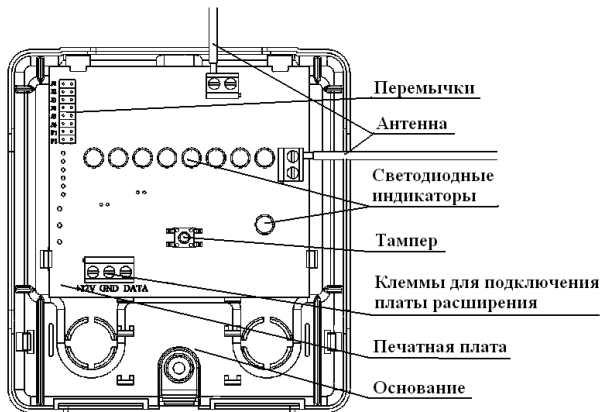

Рис. 9 «РПУ ЛИДЕР-Р». Вид изнутри
7. Подключите источник постоянного тока с напряжением +12В к РПУ к клеммной колодке X3 (рис. 9), подайте на РПУ напряжение питания. Светодиоды РПУ загорятся оранжевым цветом, что индицирует переход в режим регистрации;